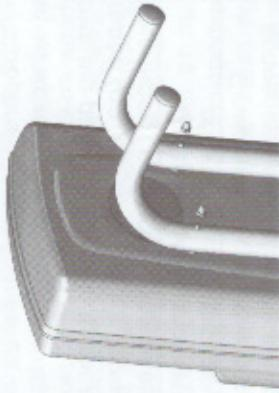

Рис.2
- 7.6. Рециркулятор «ДЕЗАР-КРОНТ»-802п установить на предварительно собранную передвижную опору: продеть выступающие из корпуса винты M4 сквозь стойки опоры через ответные отверстия и затянуть колпачковые гайки M4 (рис.2). Схема сборки передвижной опоры представлена в Приложении 2.